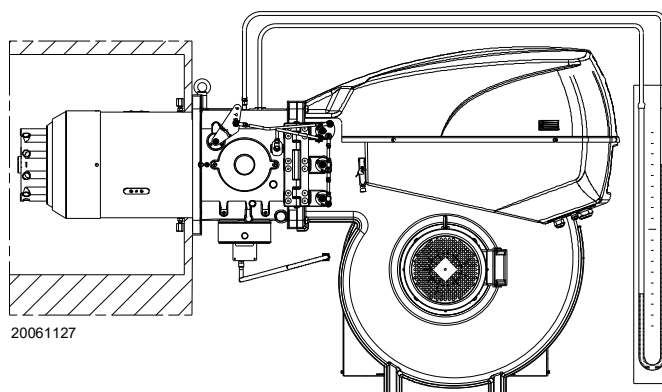

Abb. 24
- Montieren Sie ein U-Rohr-Manometer oder einen Differenzdruckmesser (Abb. 24), mit Entnahmestelle (+) am Gasdruck der Muffe und (-) in der Brennkammer. Damit soll annäherungsweise die Höchstleistung des Brenners ermittelt werden.
Das U-Rohr-Manometer (Abb. 24) zeigt den Gaseintritt an der Muffe an.